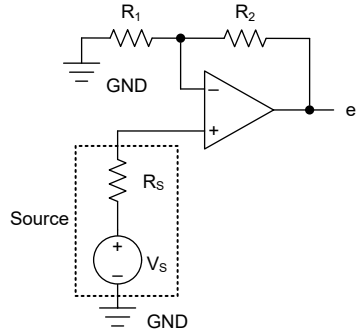
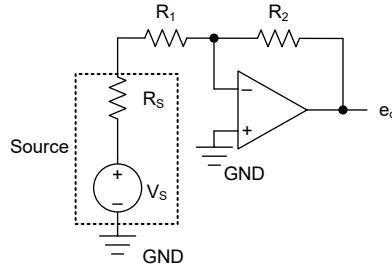

図 7-1. 非反転型ゲイン構成のノイズの計算
図 7-2. 反転型ゲイン構成のノイズの計算
**図 7-1** は、ゲインが存在する非反転型オペアンプ回路構成を示しています。 **図 7-2** は、ゲインが存在する反転型オペアンプ回路構成を示しています。ゲインが存在する回路構成では、帰還ネットワーク抵抗もノイズの原因となります。一般に、オペアンプの電流ノイズは帰還抵抗に反応して、追加のノイズを発生させます。ただし、TLVx888 の電流ノイズは低いため、電流ノイズの寄与は無視できます。